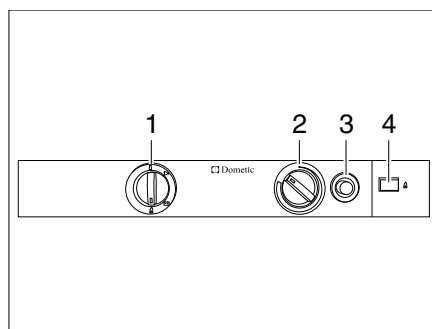

Fig. 332 Elementi di comando per il frigorifero (serie Dometic 8)
- Posizionare il selettore di energia (Fig. 332,1) su "▲".
- Premere il pomello girevole (Fig. 332,2) fino allo stadio più alto, e mantenerlo premuto. Aspettare fino a che il gas non fluisce verso il bruciatore.
- Premere il pulsante di accensione (Fig. 332,3) e mantenerlo premuto. L'accensione avviene automaticamente.
- Mantenere premuto il pulsante di accensione (Fig. 332,3) finché l'indicatore di fiamma (Fig. 332,4) non diventa verde e poi rilasciarlo.
- Tenere premuto il pomello girevole (Fig. 332,2) per altri 10-15 secondi, poi rilasciarlo.
- Posizionare il selettore di energia (Fig. 332,1) su "⚡".
- Impostare la temperatura di refrigerazione con il pomello girevole (Fig. 332,2).
- Posizionare il selettore di energia (Fig. 332,1) su "⊕".